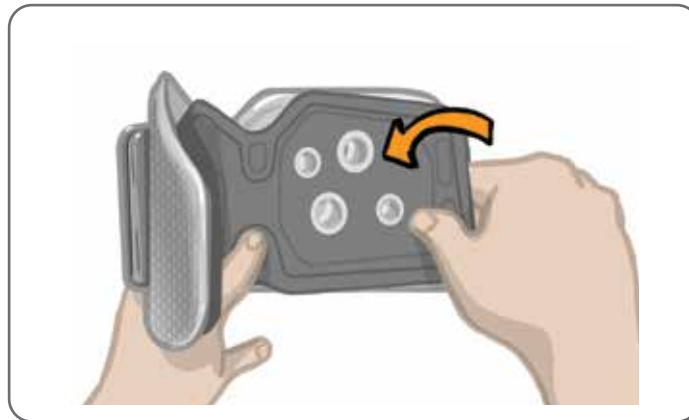

Figura 6-4: Atașarea panoului personal
1. Pentru panoul personal de mărime normală, aliniați panoul peste cele patru butoniere de pe jambiera Lower Leg normală. Consultați Figura 6-4.